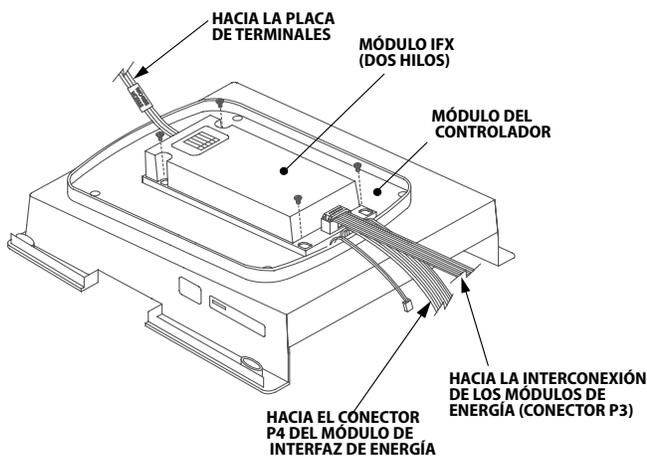

Figura 7
2. Use cuatro tornillos tirafondos N° 4-40 para conectar el módulo de 2 cables a la parte inferior del módulo de control, como se muestra en la Figura 7.